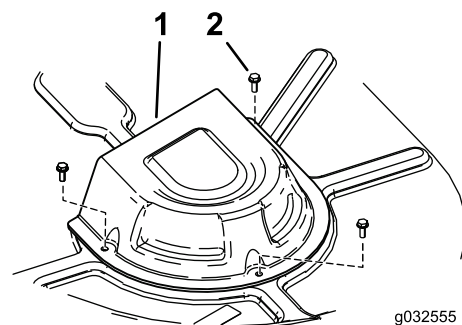

Figura 67
5. Retire as coberturas da polia (Figura 67).